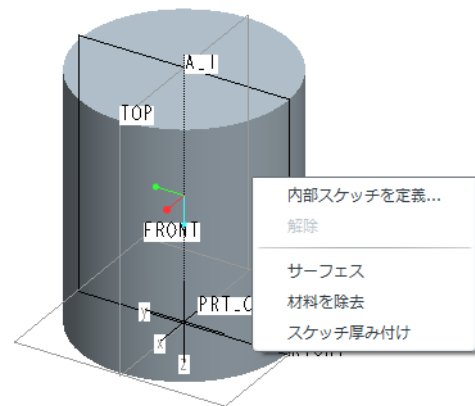

図 13-89 内部スケッチ選択
- ・「押し出しツール」 を選択, さらに図形上で右クリックして「内部スケッチ」を選択. (図 13-89)